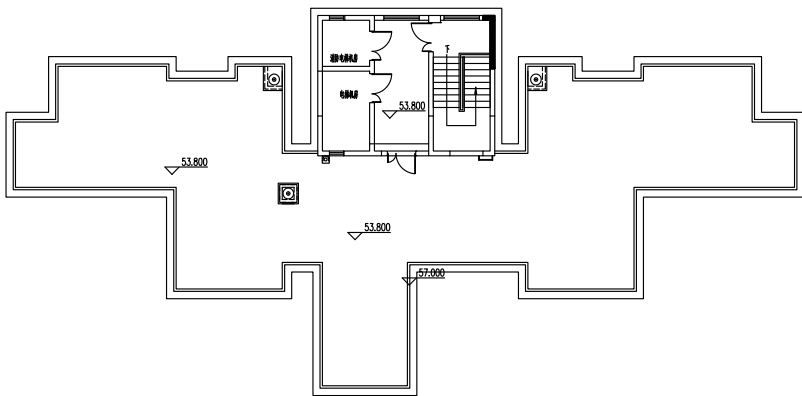

图 13-44 打开屋面原建筑平面图素材
**01** 打开素材文件。按下 Ctrl+O 组合键，打开配套光盘提供的“第 13 章/屋面原建筑平面图.dwg”文件，并将尺寸标注所在的“AXIS”图层关闭，结果如图 13-44 所示。